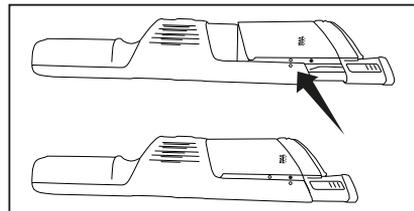

Fig. 6
5. Richten Sie den Staubtank an den Markierungen an der Seite des Gerätes aus (Fig. 6) und setzen Sie ihn wieder mit dem Sauger zusammen.